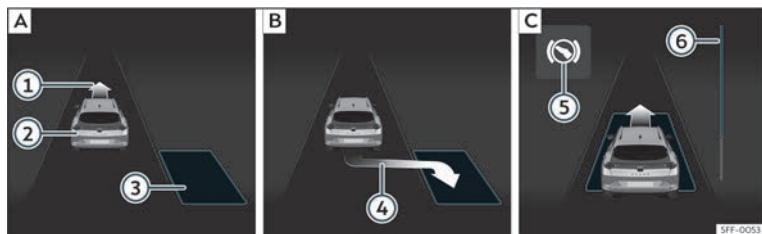
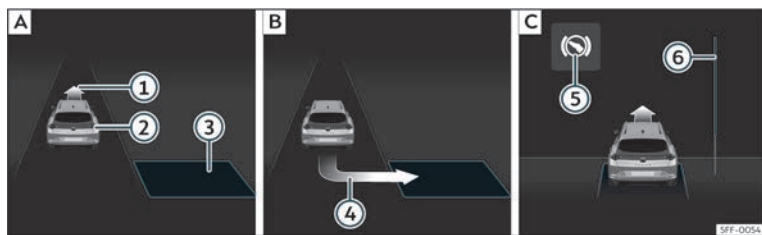

Fig. 172 No ecrã do painel de instrumentos: estacionar em linha. **A**] Procurar um lugar de estacionamento. **B**] Posição para estacionar. **C**] Manobrar.
Fig. 173 No ecrã do painel de instrumentos: estacionar em espinha. **A**] Procurar um lugar de estacionamento. **B**] Posição para estacionar. **C**] Manobrar.
- Observe na visualização do ecrã do painel de instrumentos se se detetou o lugar como «apropriado» e se atingiu a posição correta para estacionar»» Fig. 172 [B] ou»» Fig. 173 [B]. O lugar foi considerado «apropriado» se no ecrã do painel de instrumentos aparecer a indicação de estacionar ④.
- Retroceda até o sinal contínuo do ParkPilot soar; **OU**: retroceda até aparecer a indicação de marcha à frente no ecrã do painel de instrumentos»» Fig. 172 [C] ou»» Fig. 173 [C]; **OU**: retroceda até aparecer a mensagem **Park Assist finalizado** no ecrã do painel de instrumentos. A barra de progresso ⑥ indica a distância a percorrer»» Página 281.
- Faça marcha à frente até soar o sinal contínuo do ParkPilot; **OU**: faça marcha à frente até aparecer a indicação de fazer marcha-atrás no ecrã do painel de instrumentos. O sistema de estacionamento assistido manobra o veículo em frente e em marcha-atrás até centrá-lo no lugar»» Fig. 172 [C] ou »» Fig. 173 [C].
A barra de progresso »» Fig. 172 ⑥ e »» Fig. 173 ⑥ mostra simbolicamente no ecrã do painel de instrumentos a distância relativa que ainda falta percorrer. Quanto maior for a distância, mais cheia está a barra de progresso. Ao circular em marcha à frente, o conteúdo da barra de progresso diminui para cima, e ao circular em marcha-atrás, diminui para baixo.